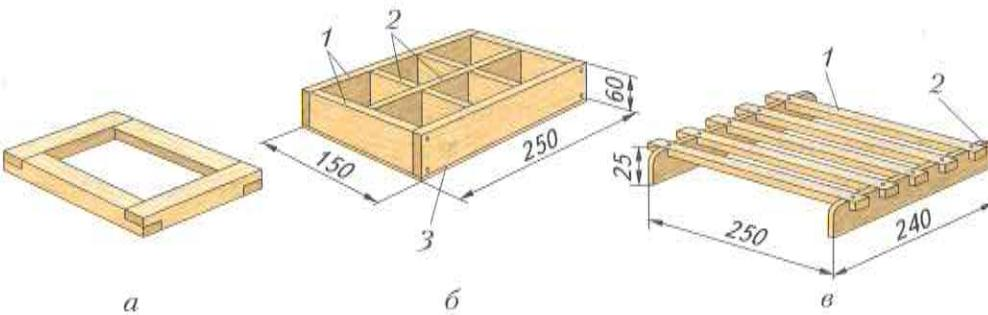

Рис. 13. Изделия из древесины: а – рамка; б – коробка для мелких деталей;
- ! 1. Получите у учителя заготовки для изготовления одного из изделий: рамки (рис. 13, а), коробки (рис. 13, б), подставки (рис. 13, в), карандашницы (см. рис. 6, г), крестовины (см. рис. 6, е) или подготовьте заготовки для своего проектного изделия с соединением брусков внакладку.